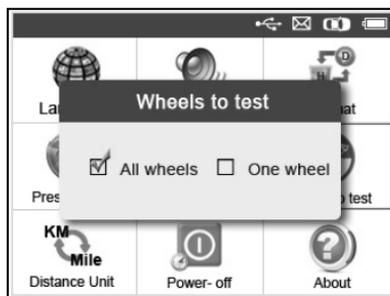

Imagen 3.8
- 2) Desde la pantalla de **ruedas para probar**, utilice el botón de desplazamiento **IZQUIERDA/DERECHA** para seleccionar el modo de **todas las ruedas** o de **una rueda** para probar con el sensor del TPMS. (Imagen 3.8)